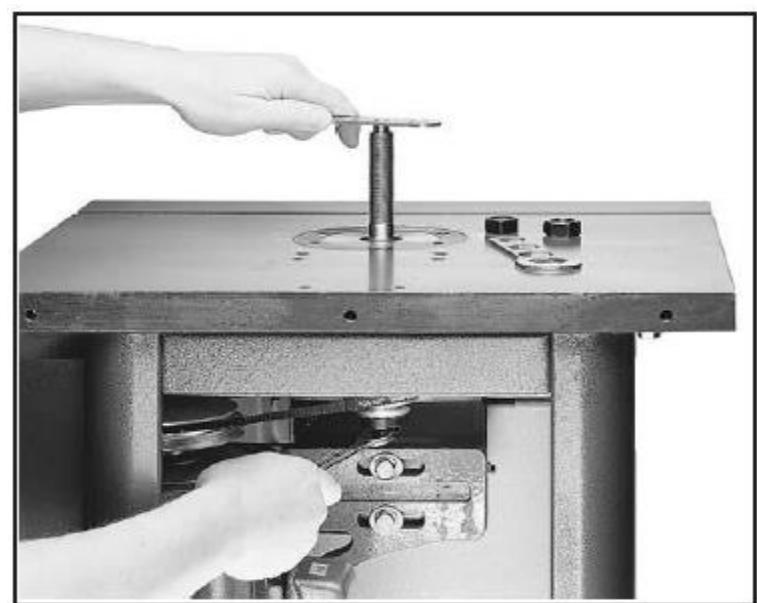

Рис. 7. Затяжка и ослабление шпинделя
6. Накинуть шпиндельный ключ на верхнюю часть шпинделя так, чтобы он сел над головкой шпинделя. Нажать на установочный штифт шпинделя для установки шпинделя на месте, *рис. 7*.